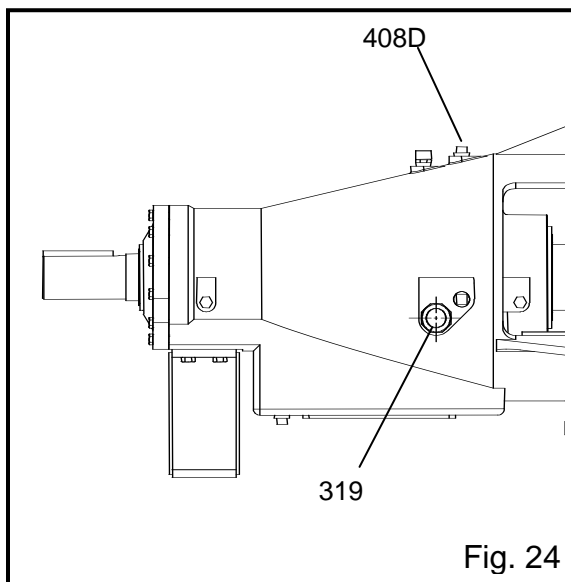

Fig. 24
Déposer le bouchon de remplissage (408D) et ajouter de l'huile jusqu'à ce que le niveau atteigne le centre du verre de visée (319). Reposer le bouchon de remplissage, voir Fig. 24 et Tableau 2.